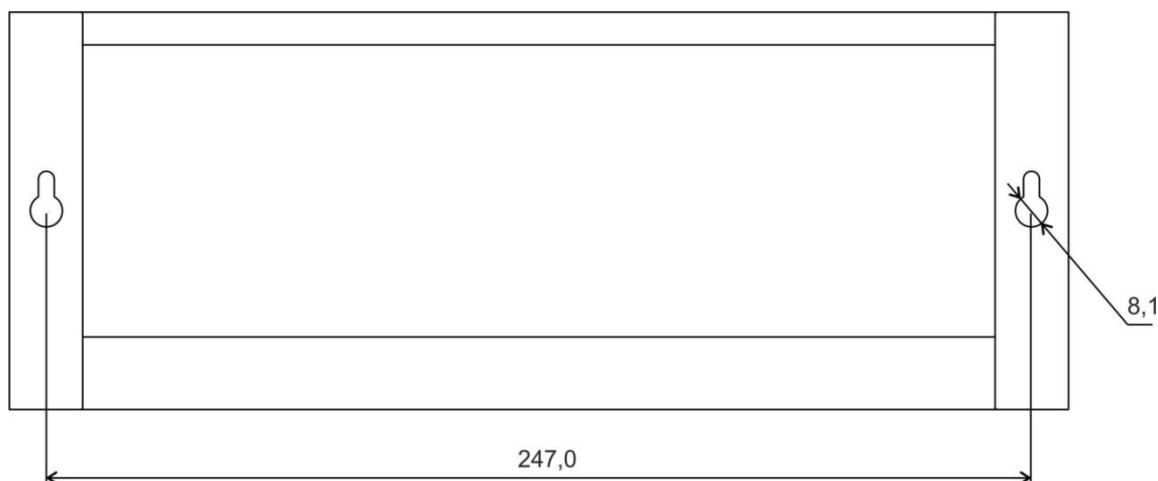

Рисунок 5. Монтажная схема крепления
9. Закрепить табло отображения на стене через проушины на задней стороне корпуса с помощью саморезов (см. рис.5).